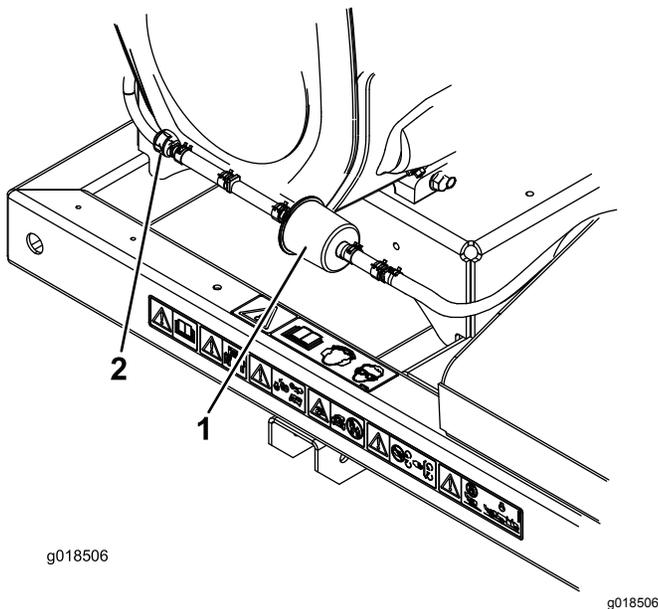

Figura 18
2. Spostate le fascette stringitubo del tipo a molla su entrambi i lati del filtro della linea di spurgo del canister a carboni attivi lontano dal filtro (Figura 18).
3. Togliete il filtro a carboni attivi e gettate (Figura 18)
4. Montate un nuovo filtro nel flessibile con la freccia del filtro rivolta verso la valvola di ritenuta e fissatelo con le fascette stringitubo (Figura 18).